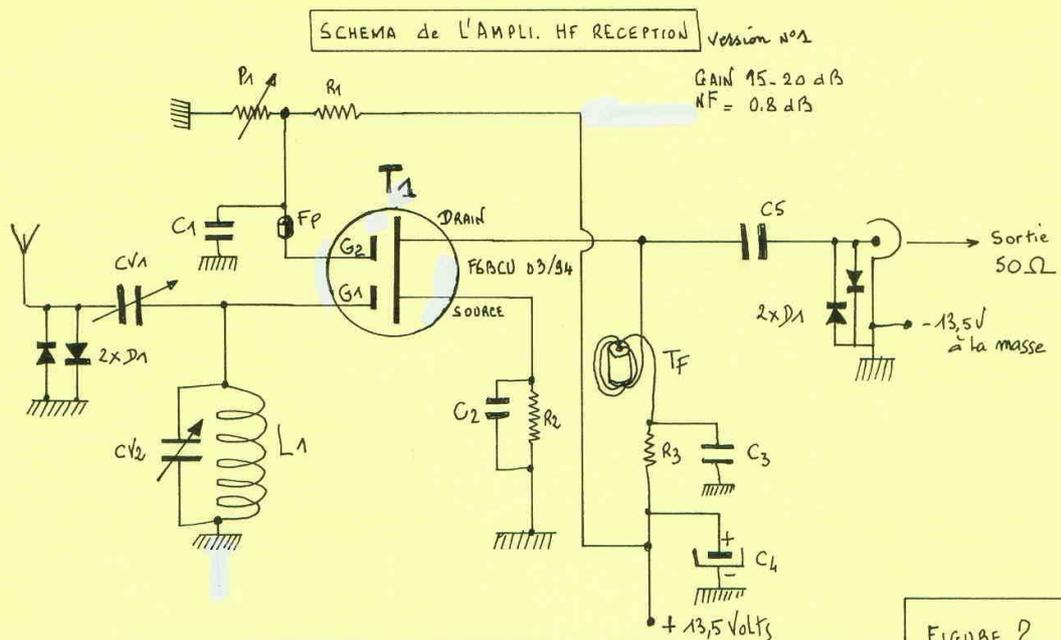

FIGURE 2
1) Pour la première (figure 2) version faire le choix d'un segment de 500 Khz à recevoir . Par exemple: 28.500 Mhz qui seront le milieu de la bande 10 mètres en SSB . Réglez CV1 et CV2 au maximum de Gain en tenant compte que CV1 doit toujours être ouvert au minimum de sa capacité et ce compatible avec la meilleurs réception possible .